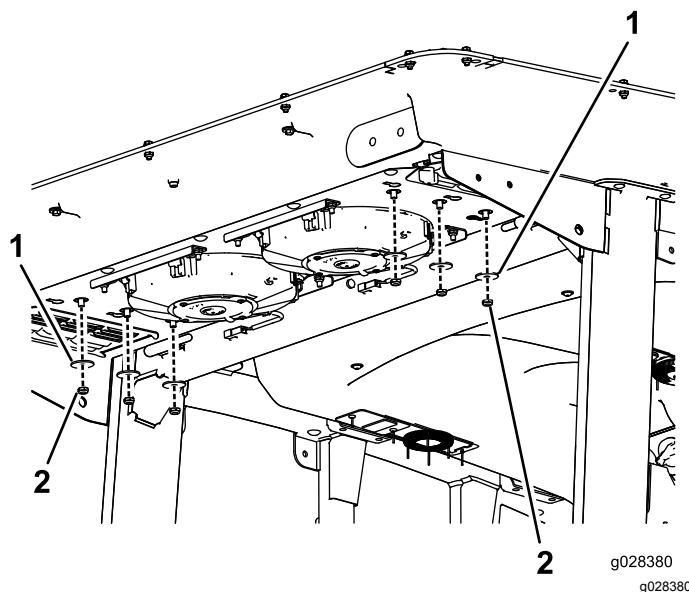

Figura 136
2. Togliete 6 dadi e rondelle dal fondo della parte posteriore della cabina (Figura 136).